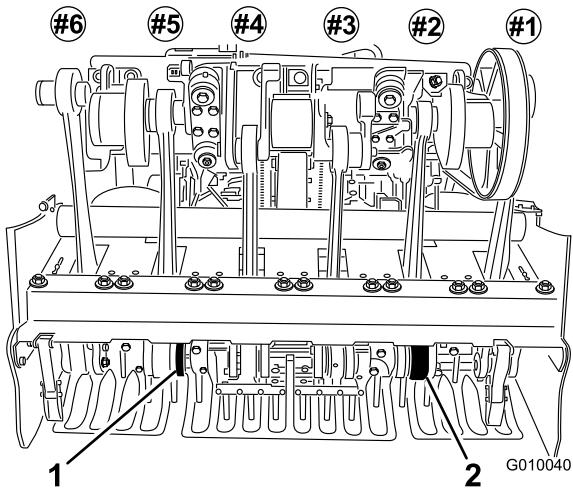

図 25
- タインホルダー #2 と #5(図 25)にタインを取り付け、キャップスクリュで固定する。